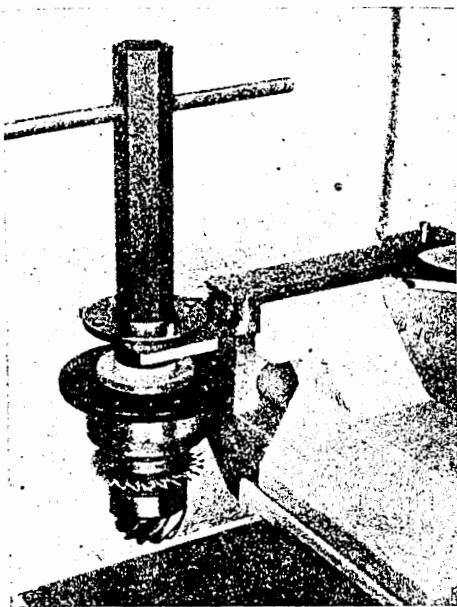

Bild H 22. Ritzelwelle in Montagevorrichtung eingelegt
2. Ritzelwelle in die Montagevorrichtung 94 VP-693-2 einlegen (Bild H 22).